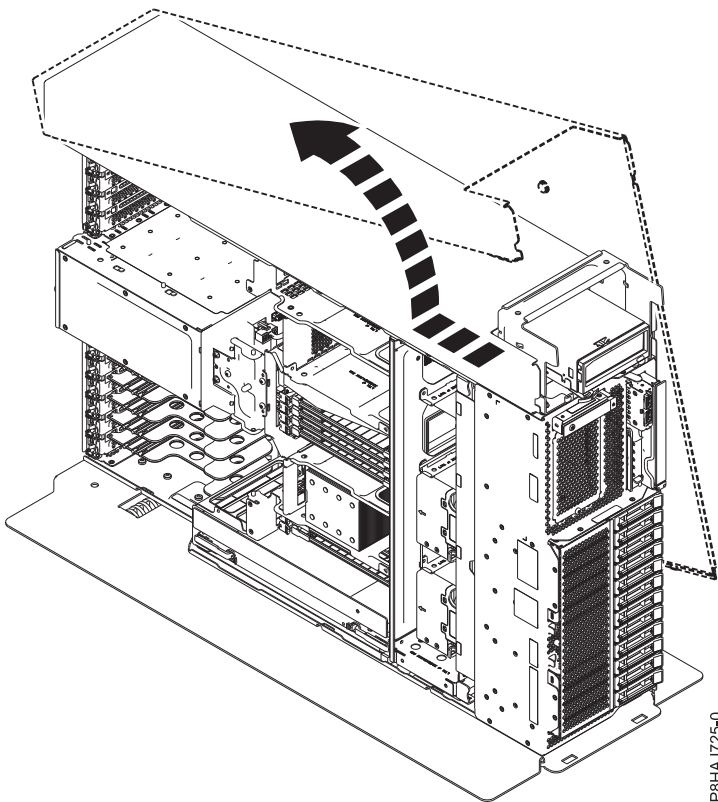

Figure 30. Retrait du capot latéral du système 8286-41A
5. Séparez le capot latéral du système en le faisant coulisser dans la direction indiquée figure 30.